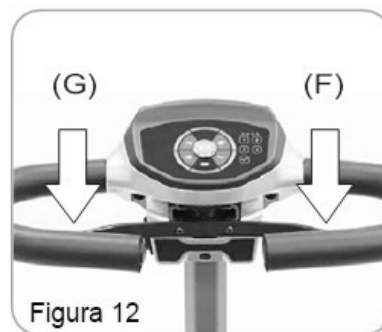

Figura 12
- Tirare l'acceleratore destro (F) per far spostare lo scooter in avanti. Tirare l'acceleratore sinistro (G) per far spostare lo scooter all'indietro. Queste funzioni possono essere invertite dal rivenditore locale. Figura 12